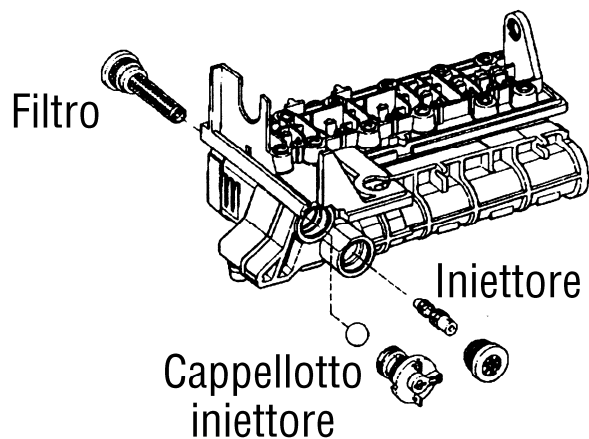

Fig. 10
- Svitare e rimuovere l'iniettore ed il relativo filtro (vedi fig.10)